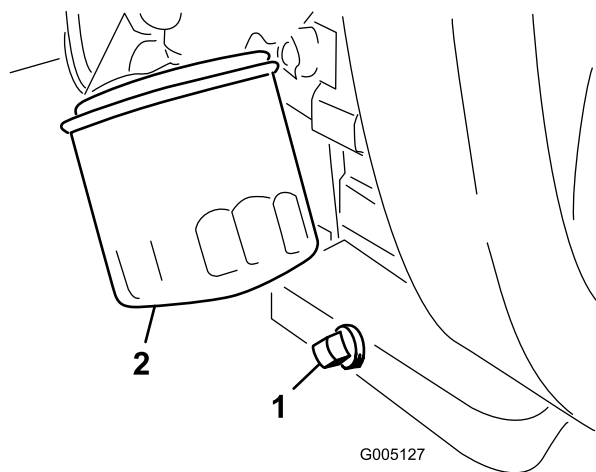

Figura 44
1. Retire el tapón de vaciado (Figura 44) y deje fluir el aceite a un recipiente apropiado. Cuando el aceite deje de fluir, coloque el tapón de vaciado.
2. Retire el filtro de aceite (Figura 44). Aplique una capa ligera de aceite limpio a la junta del filtro nuevo.